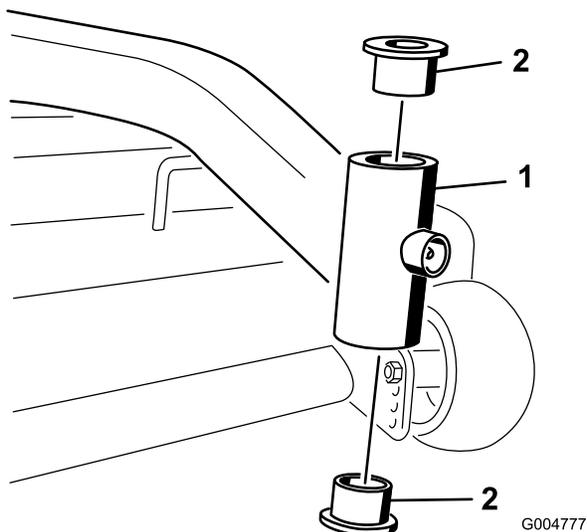

Figura 33
- Inserite un punzone a perno nel tubo di montaggio ed estraete con cautela le boccole (Figura 33).
- Ispezionate la forcella della ruota orientabile per controllarne l'usura e all'occorrenza sostituirla (Figura 33).
- Sostituite il distanziale(i) nella forcella e fissatelo con l'anello elastico (Figura 33).